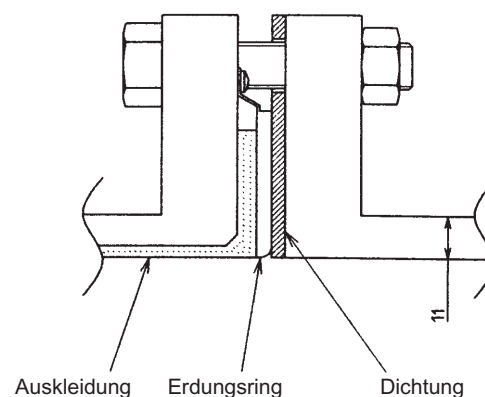

Abbildung 2-27 Installation mit SUS-Erdungsringen
- Installieren Sie den Detektor wie in Abbildung 2-27 gezeigt. Das Anzugsdrehmoment für die Schrauben ist vom Dichtungsmaterial unabhängig. Das korrekte Drehmoment entnehmen Sie bitte Tabelle 2-5 auf Seite 2-26. Den Innendurchmesser der Dichtungen entnehmen Sie bitte Tabelle 2-2 auf Seite 2-15.